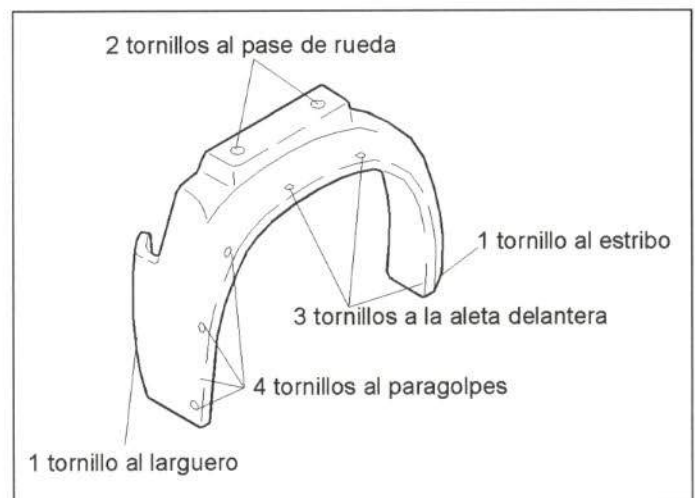

Figura 20.- Unión del guardabarros delantero
En la figura 20 se muestra la unión del guardabarros delantero con el resto de la carrocería.
- Guardabarros delantero (ver figura 20).